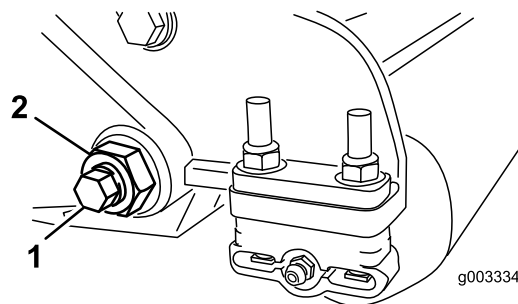
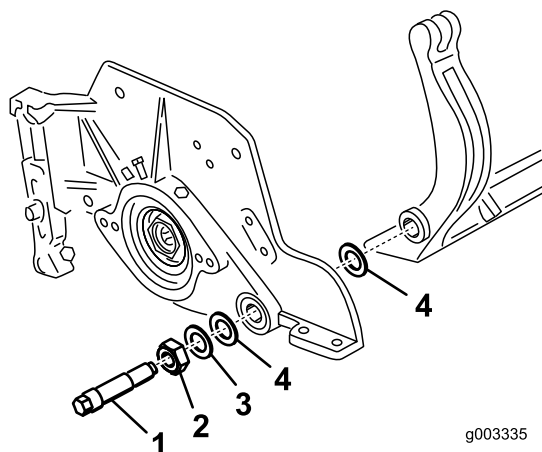

Figura 35
Figura 36
3. Su ciascun lato della macchina, allentate il dado di bloccaggio che fissa il bullone della barra di appoggio (Figura 35).
4. Togliete ciascun bullone della barra di appoggio consentendo alla barra di appoggio di essere tirata verso il basso e rimossa dal bullone della macchina (Figura 35). Considerate 2 rondelle in nylon e 1 rondella in acciaio stampato su ciascun lato della barra di appoggio (Figura 36).
Nota: Una rondella in nylon deve essere posizionata su ciascun lato della flangia di estremità della piastra laterale. Posizionate una rondella in acciaio all'esterno di ciascuna rondella in nylon (Figura 36).